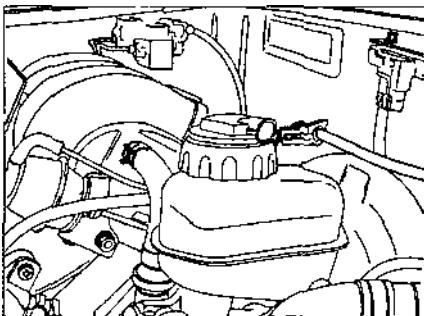

Рис. 7.15.
- отсоединить электрический разъем от крышки бачка ГТЦ (рис. 7.15);